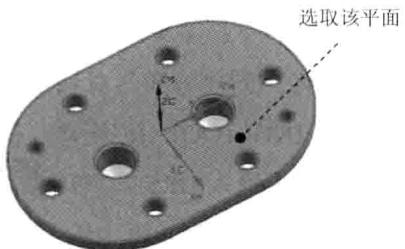

图 1.18 指定顶面
Step2. 指定顶面。单击“钻孔”对话框**指定顶面**右侧的 $\textcircled{11}$ 按钮，系统弹出“顶部曲面”对话框；在“顶部曲面”对话框的**顶面选项**下拉列表中选择**面**选项，然后选取图 1.18 所示的面；单击“顶部曲面”对话框中的**确定**按钮，返回“钻孔”对话框。